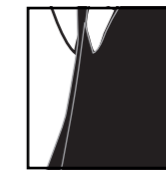

Fig. 1
1. Raak de randen van de druksensor aan totdat u een hard stukje plastic voelt; dit is het zendapparaat aan de binnenkant. Maak de opening dat afgesloten wordt door een stukje dubbelzijdig Velcro open en haal het zendapparaat eruit (Fig. 1).